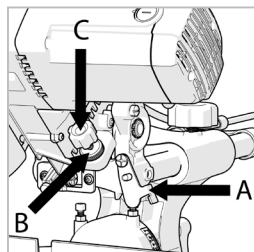

図8
切り込み深さ調整ボルト(図8)
- ・ ストッププレート(図8,A)を押して、左手側に引き出します。
- ・ 刻みつきナットをゆるめます。(図8,B)
- ・ ネジ(図8,C)を回してボルト頭部を出して、ブレードが希望の深さで止まるように調整します。
- ・ 刻みつきナット(図8,B)を締め直してボルトを確実に固定します。